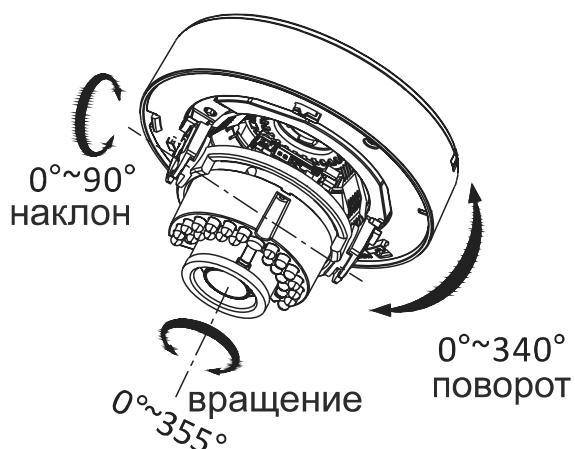

Рис. 2.11. Настройка поля зрения видеокамеры
10. Направьте объектив на желаемую зону наблюдения. В данной модели диск основания вращается  $0^\circ\ldots340^\circ$ , угол наклона объектива составляет  $0^\circ\ldots90^\circ$ , поворотный угол составляет  $0^\circ\ldots355^\circ$ . При необходимости настройки положения и фокусировки объектива необходимо ослабить соответствующие фиксирующие винты. После завершения настройки фиксирующие винты необходимо затянуть (Рис. 2.11).